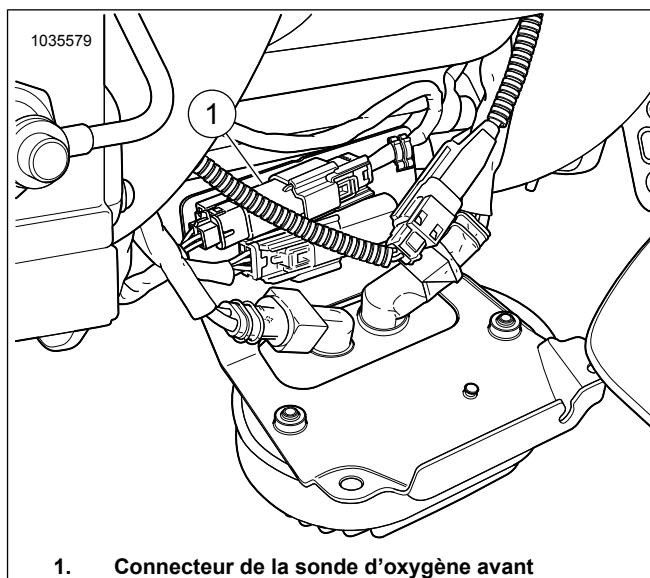

Figure 32. Emplacement de la sonde d'oxygène avant
Consultez Figure 32. Ouvrez le couvercle avant du régulateur de tension et débranchez le connecteur de la sonde d'oxygène avant (1). Retirez le boîtier de connecteur du boîtier.